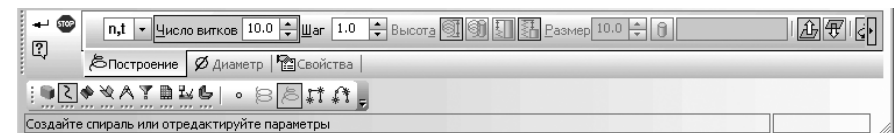

Рис. 3.95. Панель свойств: Спираль коническая. Компактная панель и Строка сообщений
- щелкните в **Компактной панели** по кнопке переключателю  – **Пространственные кривые**, если она не активизирована, а затем в появившейся панели инструментов по кнопке  – **Спираль коническая**. Появится **Панель свойств: Спираль коническая** (рис. 3.95).